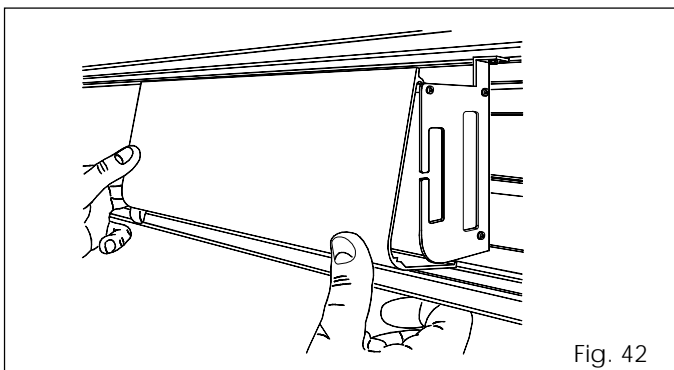

Fig. 42
- Para colocarla de nuevo, engánchela en la parte superior y presione como indicado en la fig. 42.